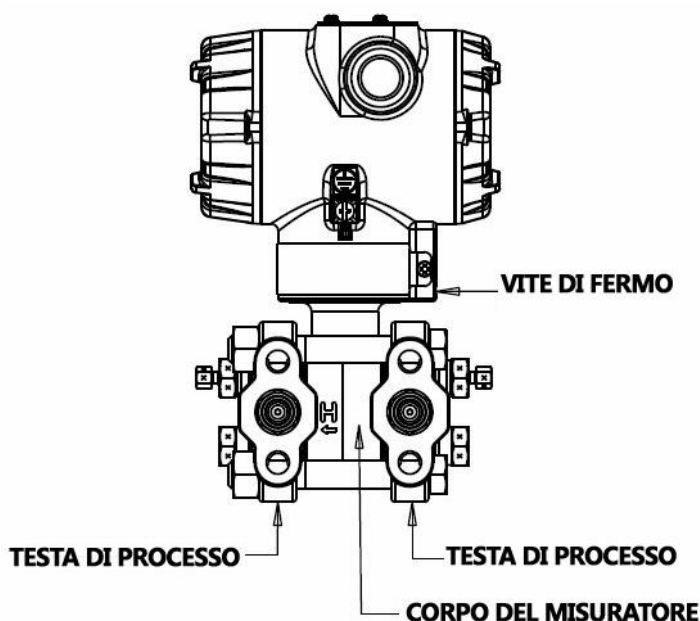

Figura 23 - Posizione della minuteria per rimuovere il gruppo del misuratore
8. Vedere la Figura 23. Utilizzare una chiave esagonale da 2 mm per allentare completamente la vite di fermo all'esterno della custodia per consentire la rotazione del corpo del misuratore.